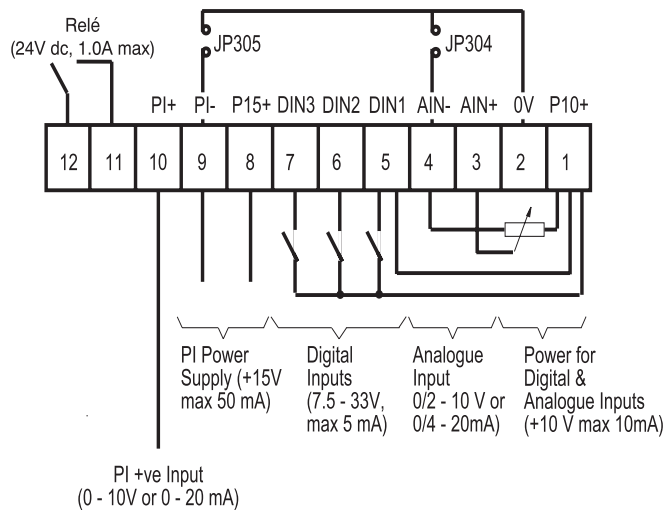

Fig. 3: Kontrollklemmekoplinger
Mat kontrollkabelen inn i vekselretteren via det riktige pakningsshullet (se Fig. 1). Forbind kontrollledningene i samsvar med informasjonen i Fig. 3 og 4 (se også Fig. 1).
Merk at det valgfrie potensiometeret tilpasset som en analog innstilt verdi vist i Fig. 3, forutsetter at ledningen JP304 forbinder 0V (pin 2) til AIN- (pin 4). P15+ også kan brukes som et alternativ til P10+ for de digitale inngangene.
- (b) Kople et 4.7 kW potensiometer til kontrollklemmene som vist i Fig. 3 eller tilfør et 0 – 10 V signal mellom pin 2 (0V) og pin 3 (AIN+). I begge tilfeller, plasser ledning JP304 til å forbinde 0V til AIN-.